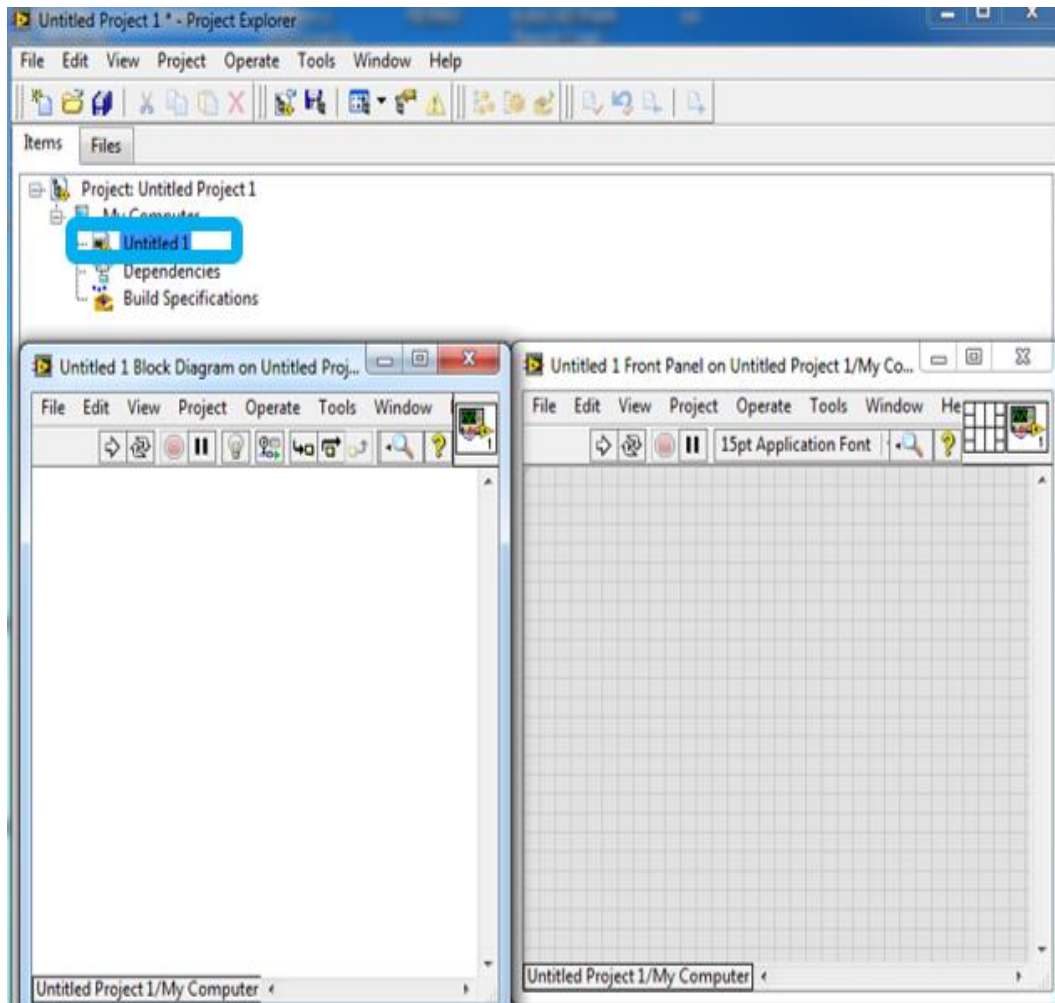

Figura 2.80: Creación del VI.
3. Dar clic derecho en My Computer y elegir un nuevo VI como indica en la figura 2.80.